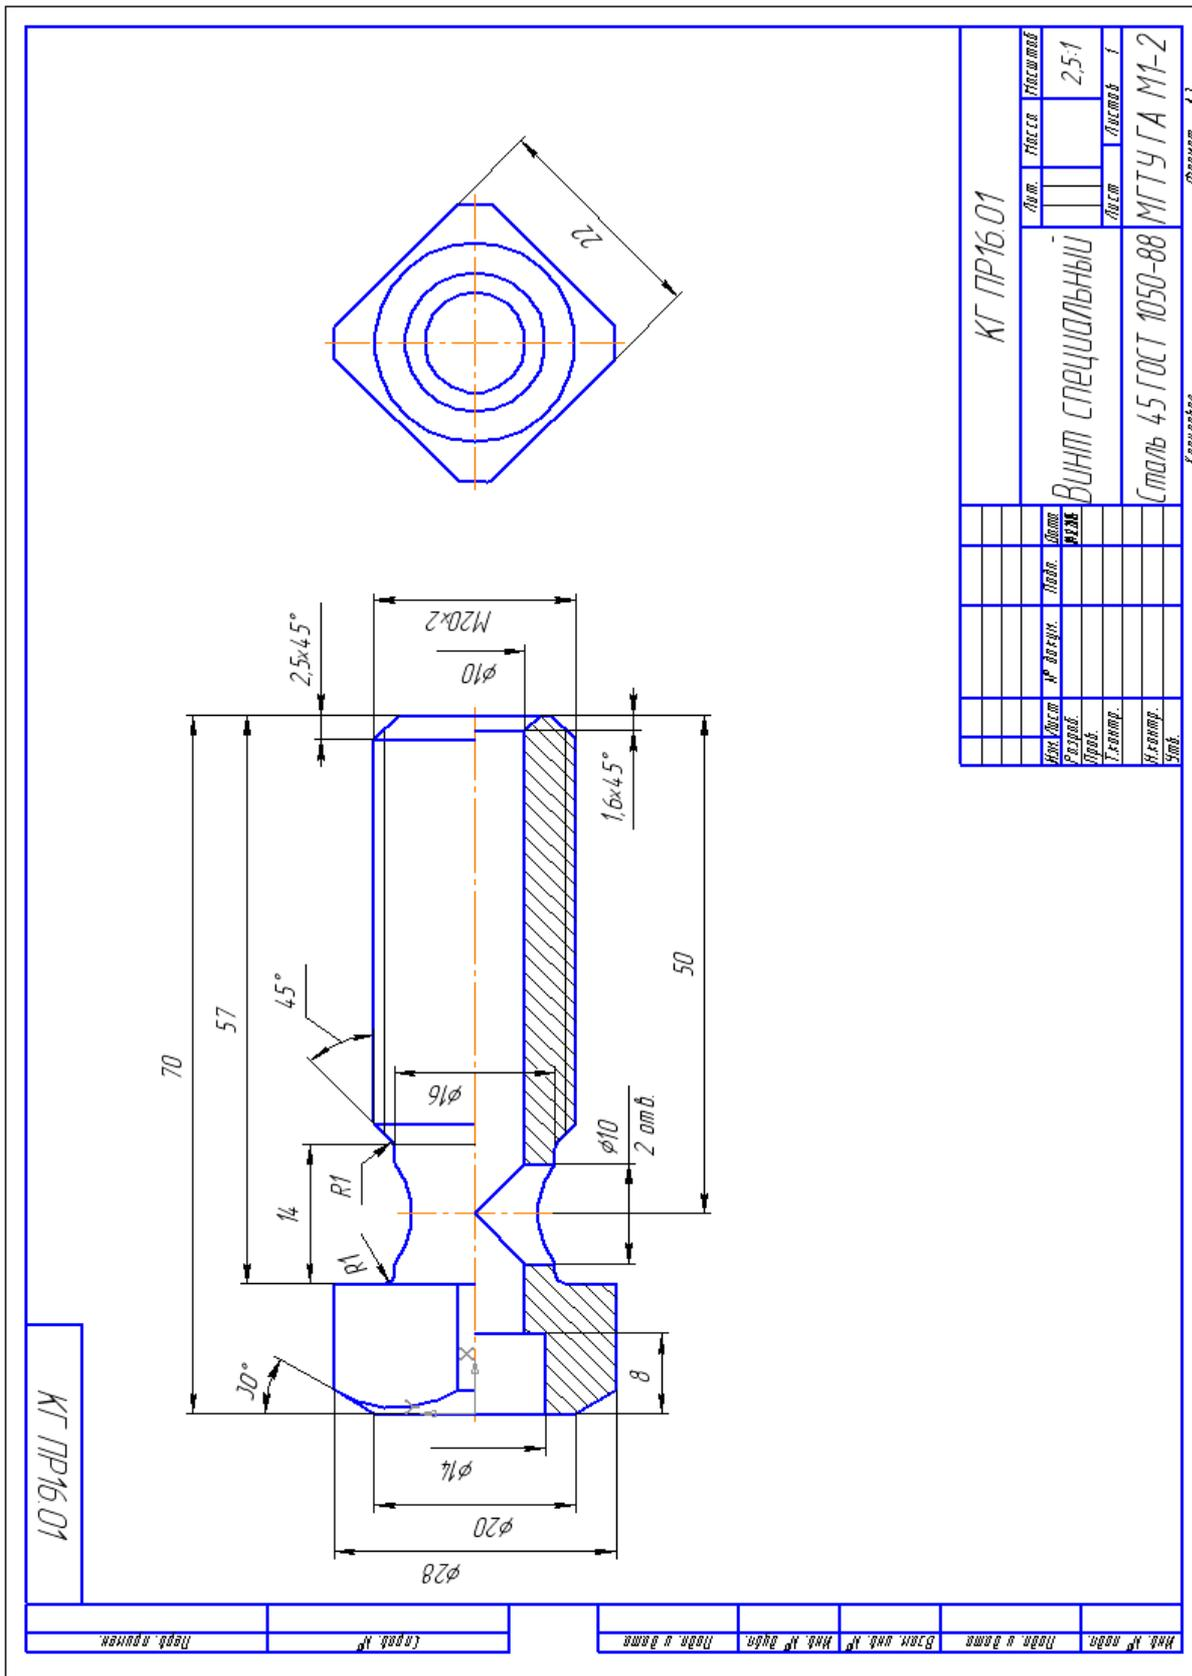

Рис. 84
Задание. Выполните чертеж, рис. 84. Проставьте размеры.
7. Заполните основную надпись, рис. 84.